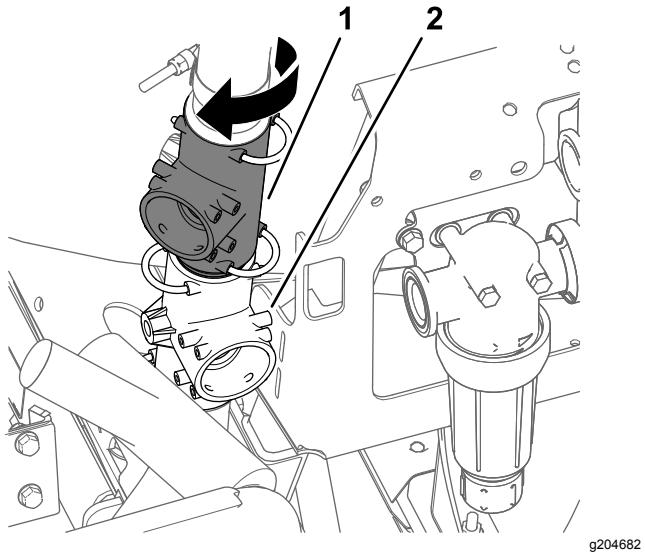

Figura 5
- Rode a união em T superior aproximadamente 45° no sentido dos ponteiros do relógio (Figura 5).